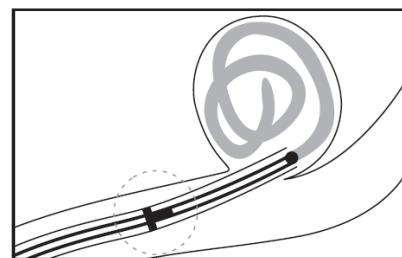

図 2
11.そのままコイルを前進させ、デリバリーブッシュのラジオペークマーカーがマイクロカテーテルのプロキシマルラジオペークマーカーをわずかに越えて“T”字を形成するように配置する(図 2)。この時点で、コイルの近位端はマイクロカテーテル遠位端のすぐ外に出ている状態である。デリバリーブッシュがこれ以上移動しないよう、回転式止血弁を締める。